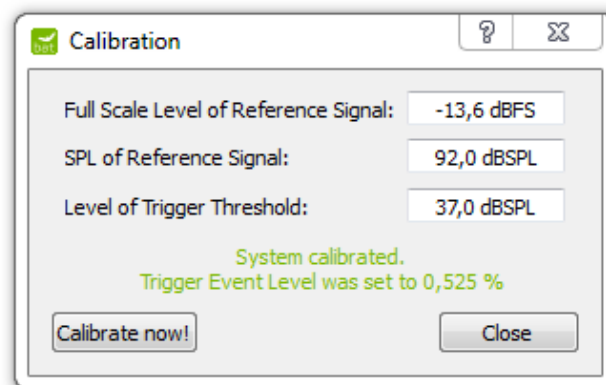
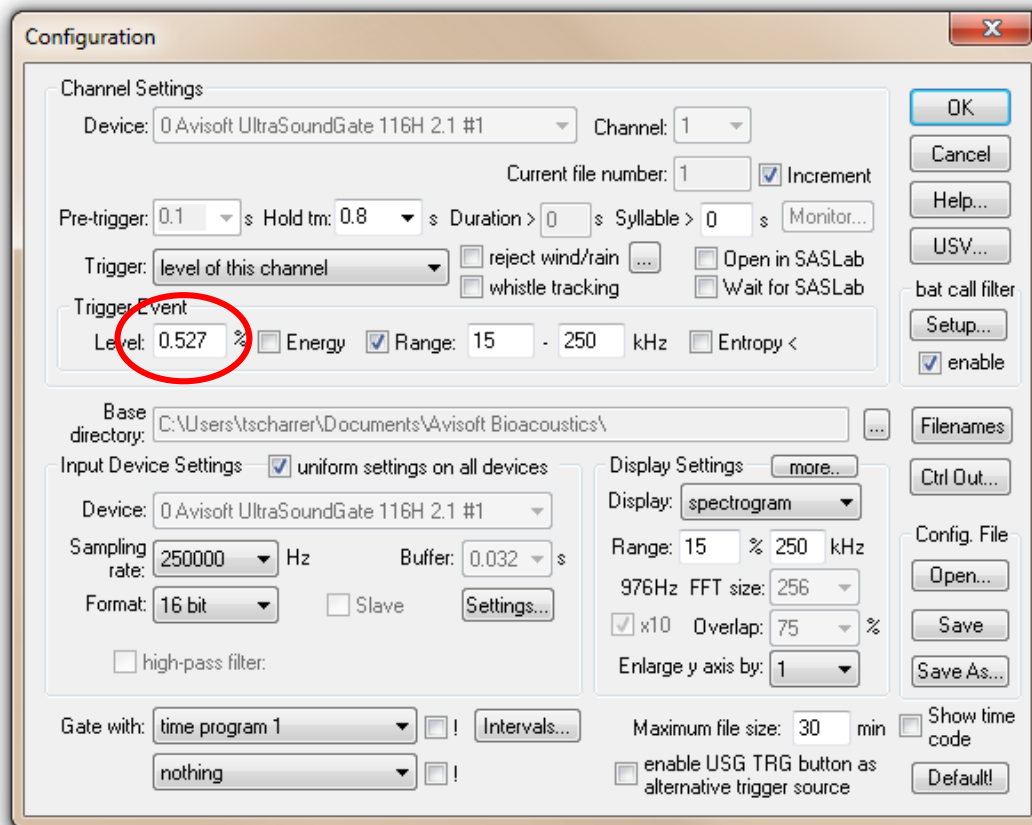

Abbildung 2: Kalibrierdialog in BATcontrol
Abbildung 3: Configuration Dialog der Software RECORDER
Zur Kalibrierung tragen Sie die beiden Werte, welche zusätzlich auf der Mikrofon Scheibe vermerkt sind, in den Kalibrierdialog von BATcontrol (zu finden auf der Seite „Monitoring“ durch Klicken auf den Button „Calibration“, siehe Abbildung 2) ein. Geben Sie zudem unter dem Punkt „Level of Trigger Threshold“ einen von Ihnen gewünschten Triggerschwellwert $A_{\text{dB SPL}}$ an und klicken Sie auf den Button „Calibrate now!“. Durch Bestätigen des sich öffnenden Warnhinweises wird Ihr System kalibriert. Dies wird ab BATcontrol Version 1.1.10 zudem visuell bestätigt und der hieraus resultierende Trigger Level Threshold in % ($A\%$) angezeigt. Dieser Wert kann im Configuration Dialog der RECORDER-Software (siehe Abbildung 3) überprüft werden.
10. Öffnen Sie den Kalibrierdialog von BATcontrol (siehe Abbildung 2).
15. Ab BATcontrol Version 1.1.10 wird die erfolgte Kalibrierung visuell bestätigt und der hieraus resultierende Trigger Level Threshold $A_{\%}$ in % angezeigt. Dieser Wert kann im Configuration Dialog der RECORDER-Software (siehe Abbildung 3) überprüft werden.
Die -3 dB müssen hierbei subtrahiert werden, um den reference signal level als RMS (root mean square) Wert in die Berechnung eingehen zu lassen. Die -20 dB korrigieren den Einfluss der x10 Verstärkung und müssen bei deaktivierten Kontrollfeld „x10“ nicht subtrahiert werden. Nach erfolgter Kalibrierung entspricht der Wert $A_{\%}$, welcher unter trigger level (threshold) [%] angezeigt wird, dem Wert des Trigger Event Levels im Dialog Configuration der RECORDER-Software (siehe Abbildung 3).